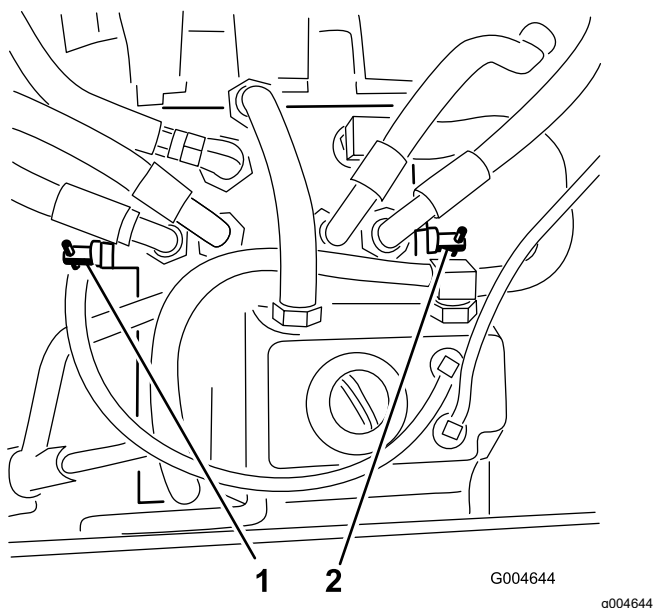

Рисунок 27
2. Найдите перепускные клапаны (Рисунок 27) и поверните каждый перепускной клапан на один оборот против часовой стрелки.
4. Закройте клапаны, повернув каждый клапан на 1 оборот по часовой стрелке (Рисунок 27).